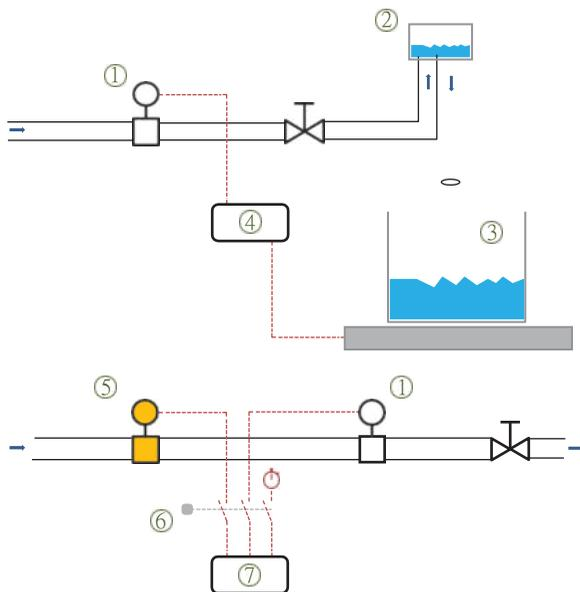

Рис. 2.15
Калибруемый расходомер (1), иногда в общих чертах называемый проверяемым устройством (DUT), подключается к эталону (рисунок 2.15). Здесь показаны весовой резервуар (3) и эталонный измеритель (5). В обоих случаях ссылка и DUT должны быть соединены последовательно, и между ними не должно быть утечек или сдвига температуры. Калибровка может быть "статической", когда поток останавливается до и после каждого запуска. Или, она может быть "динамической", где поток работает непрерывно. Переливное устройство (2) или перекрывной клапан управляет подачей в резервуар. Для динамической калибровки перекрывной клапан также управляет записью сигнала (4), аналогично системе эталонного счетчика (7). Синхронизированная запись (6), включая измерение времени, требуется при использовании образцового расходомера для динамической калибровки.